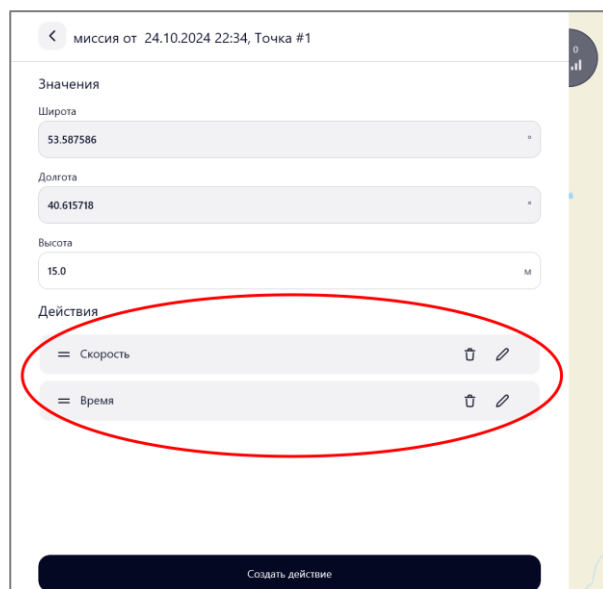

Рисунок 72 – Добавленные действия
- аналогично добавить требуемое количество действий (рисунок 72).